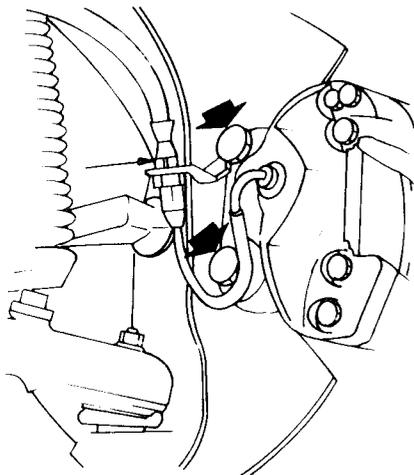

Bild 185
- Die Sicherungsbleche der Bremssattelschrauben zurückschlagen und die Schrauben lösen (siehe Bild 185). Die Bremsklötze können vorher oder nachher ausgebaut werden. Den Bremssattel mit einem Stück Draht an der Vorderradaufhängung festbinden, damit er nicht am Schlauch herunterhängen kann.